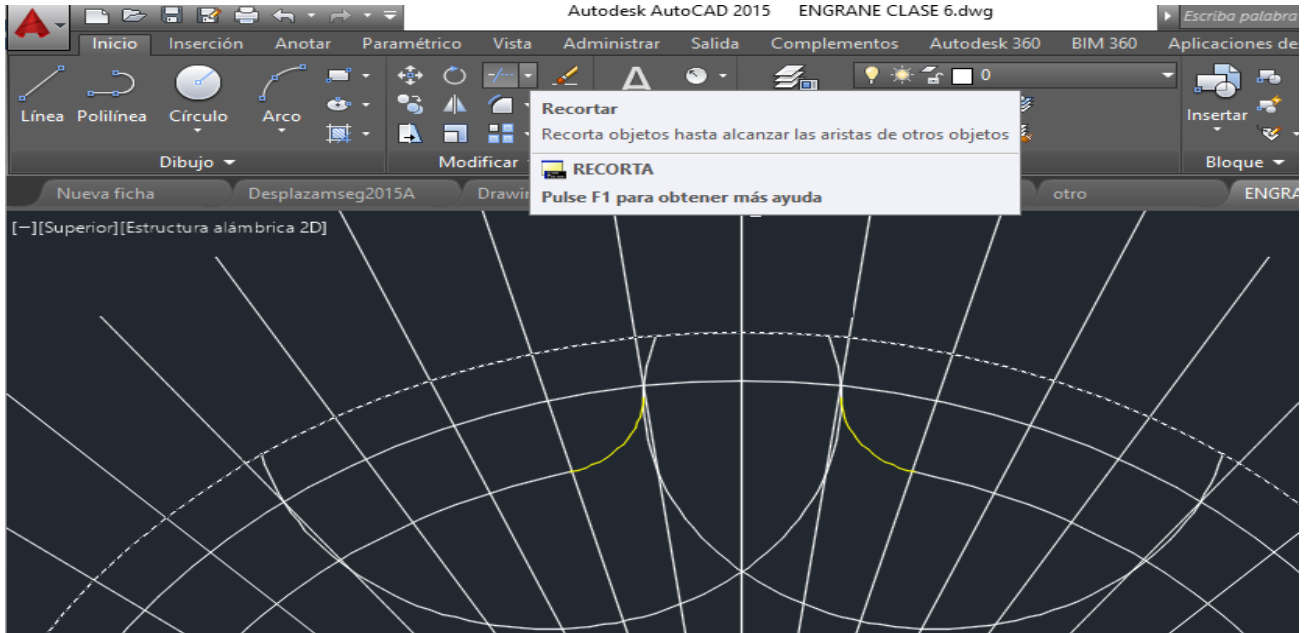

Figura 7.
9.- Usar los íconos recortar y borrar para eliminar las líneas excedentes y así crear la forma del diente. Utilizar el ícono matriz polar para reproducir esta forma alrededor del centro del engrane 12 veces ver figura 7.